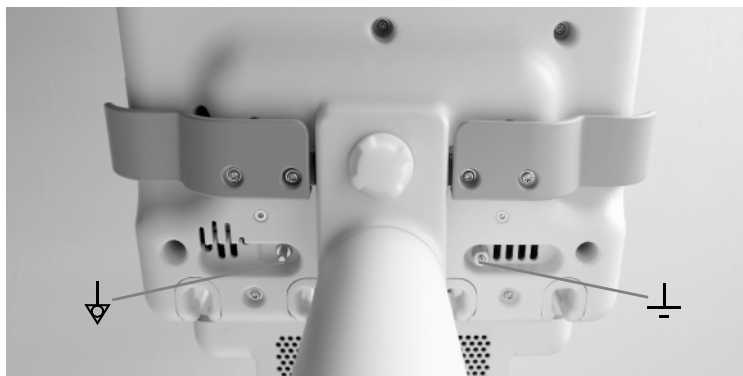

Рисунок 2-1. Клеммы уравнивания потенциалов ⏏ и дополнительного защитного заземления ⏏ расположены под контрольной панелью.
- ⏏ К клемме, расположенной под ⏏ панелью управления (см. Рис.2-1), можно присоединить дополнительное защитное заземление.